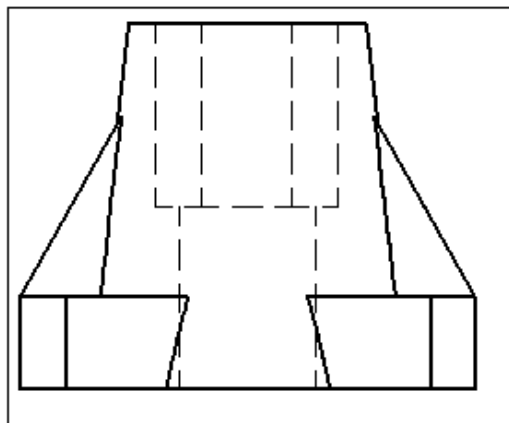

Рис. 22
**Заменяем вид модели спереди на плоское изображение (рис.22).**
Затем в образовавшихся слоях меняется тип линии и «вес» для видимых «VIS» и невидимых «HID» контуров (рис. 22).